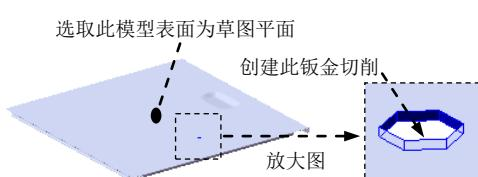
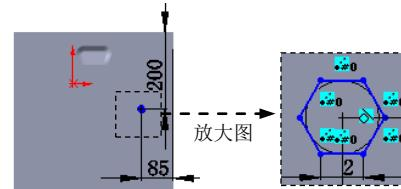

图 17.11.48 创建切除一拉伸 4
图 17.11.49 横断面草图
Step14. 创建图 17.11.48 所示的切除一拉伸 4。选择下拉菜单 **插入(I)** → **切除(C)** → **拉伸(E)...** 命令；选取图 17.11.48 所示的模型表面作为草图平面，绘制图 17.11.49 所示的横断面草图；在 **方向1** 区域的 **下拉列表** 中选择 **完全贯穿** 选项。单击 **确定** 按钮，完成切除一拉伸 4 的创建。